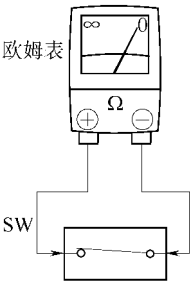

图 18-59 测量电路导通情况
(1) 检查电路导通情况。脱开蓄电池端子或配线，使检查点之间没有电压，然后将欧姆表的二根测量导线分别连接到各检查点上测量，如图 18-59 所示。